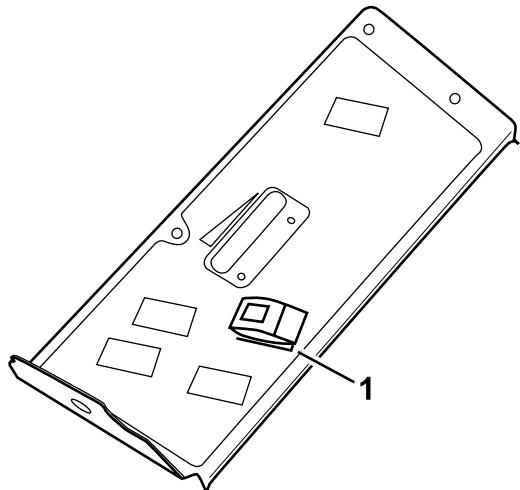

Figura 18
- L'interruttore delle luci di emergenza aziona le luci di emergenza e funziona sia quando l'interruttore di accensione della macchina è in posizione ON, sia quando è in posizione OFF (Figura 18).